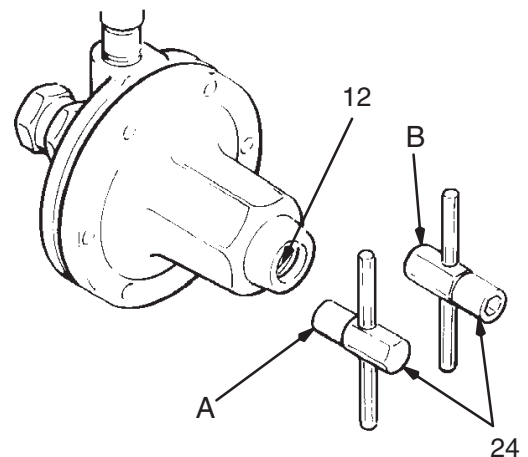

Fig. 3
- a. *Sólo reguladores accionados por resorte (vea la Fig. 3).* El regulador puede abrirse completamente de dos maneras:
- Utilice el extremo macho (B) de la llave del regulador (24) para girar completamente el tornillo de ajuste de cabeza hueca (19) *en sentido antihorario*. Se mantendrá el ajuste de presión.
- Utilice el extremo hembra (A) de la llave del regulador (24) para girar completamente el tornillo de ajuste (12) *en sentido horario*. Tendrá que reajustar la presión después del lavado.
- c. *Sólo los reguladores accionados por resorte (vea la Fig. 3).* El regulador puede ajustarse de dos maneras:
- Utilice el extremo macho (B) de la llave del regulador (24) para girar completamente el tornillo de ajuste de cabeza hueca (19) *en sentido horario*. Compruebe que el ajuste de presión no ha cambiado.
- Utilice el extremo hembra (A) de la llave del regulador (24) para girar el tornillo de ajuste (12) *en sentido antihorario* para regresar al ajuste de presión deseado.
1. Cierre el regulador: Encaje el extremo hembra (A) de la llave (24) en el tornillo de ajuste (12) y gírela en sentido antihorario para aliviar la tensión del muelle. Vea la Fig. 3.
3. Gire la llave (24) en el *sentido horario* para aumentar la presión de fluido. Vea la Fig. 3. Ajuste hasta obtener el chorro de pulverización deseado.